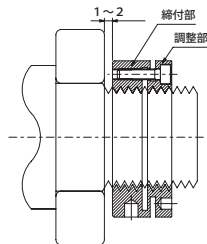

図14
2. クランプねじはあらかじめ弛めておきます。そのあとクランプナットを端面に当たる手前(1~2mm残す)までねじ込みます。(図14)